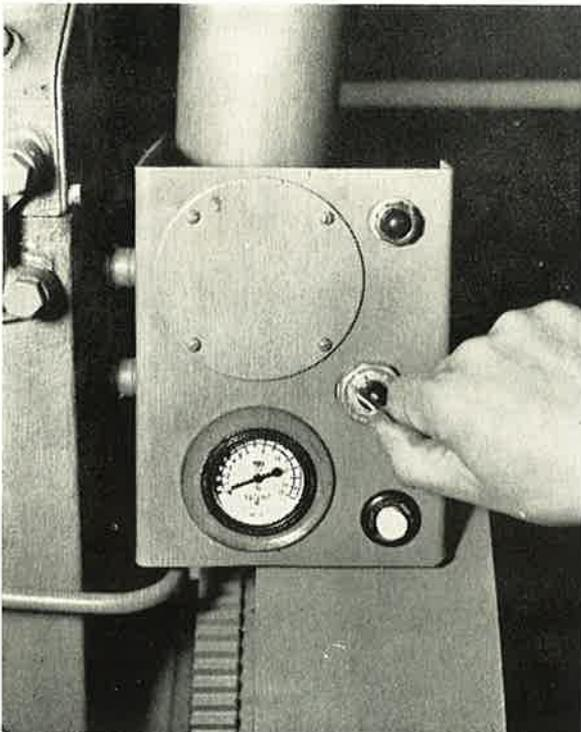

Abb. 60
- c) Den Schlüssel in den Schaltkasten stecken (Abb. 60). Die Kontrolllampe leuchtet auf.